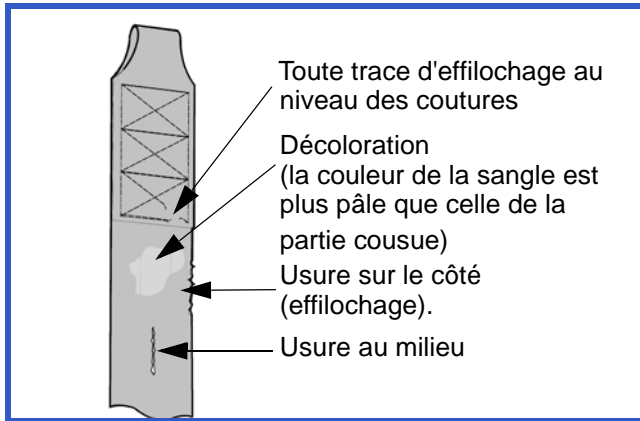

Fig. 37
- 2) Rechercher toute trace d'usure ou de décoloration (voir Fig. 37).